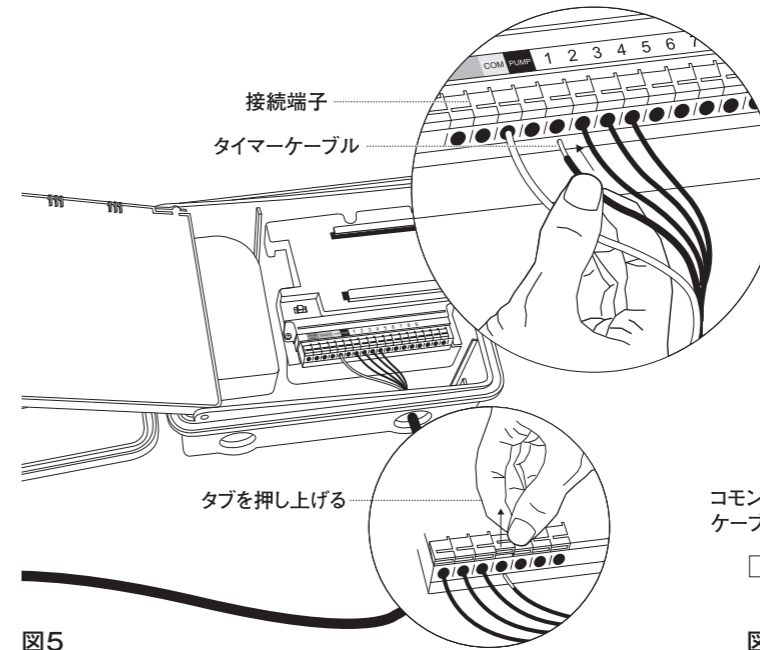

図5
- ・各スプリンクラーバルブには2本のケーブルがあります。その1本のケーブルとつながれているタイマーケーブルを希望の散水ゾーンの端子(数字)に接続する(バルブが1つの場合はどちらの線を接続してもかまいません)。端子1に接続されたバルブが散水ゾーン1となります。(図5&6)
- ・もう1本のケーブル(バルブが複数ある場合は、各バルブの1本を1つまとめたケーブル)をCOM(コモン/共有)に接続します(図5&6)。
- ・ケーブルが差し込む時、端子上部のタブを上押ししてケーブルを差し込んでください。ケーブルを取り外す時もこのタブを押し上げてください(図5)。